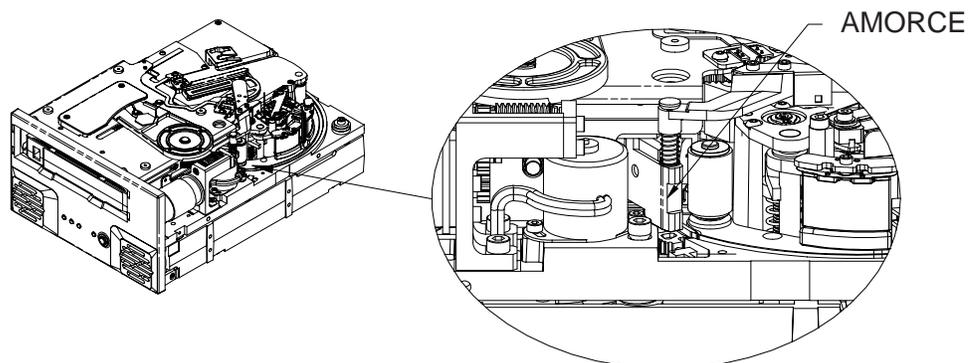

Figure 21. Schéma du dessous du Viper 200 montrant l'amorce de bande près de la cassette
9. Poussez alors doucement l'amorce dans la cassette (voir Figure 21).